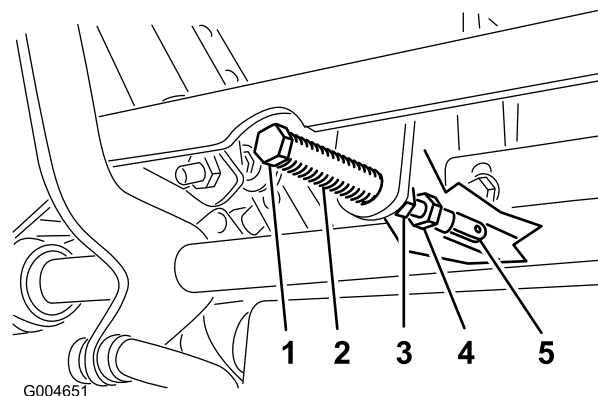

Рисунок 53
5. Потяните рычаг назад так, чтобы штифт с отверстием (на рычаге над поворотным шкворнем) вошел в контакт с концом паза (только начал надавливать на пружину), как показано на Рисунок 53.
7. Если требуется регулировка, ослабьте гайку и контргайку, прижимающую рычаг к вилке (Рисунок 53).
8. Слегка надавив в направлении назад на рычаг управления движением, поверните головку регулировочного болта в соответствующем направлении так, чтобы рычаг управления расположился по центру в НЕЙТРАЛЬНОМ ФИКСИРОВАННОМ положении (Рисунок 53).
9. Затяните гайку и контргайку (Рисунок 53).
10. Затяните контргайки в месте расположения шаровых шарниров (Рисунок 53).